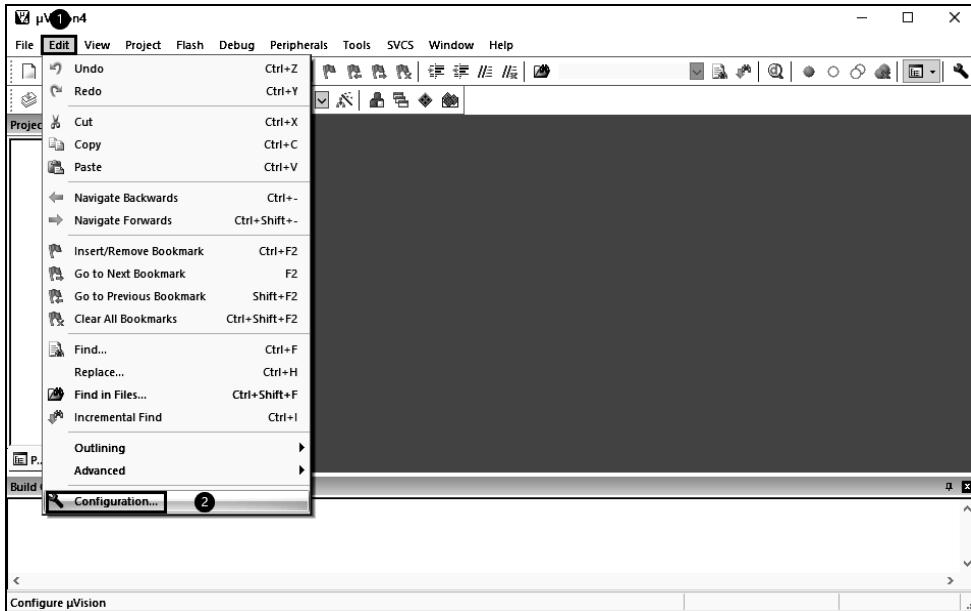

图 1-21 Keil C51 设置 1
(1) 在“开始”菜单找到并单击运行 Keil μVision4，然后选择菜单栏中的“Edit”→“Configuration”选项，如图 1-21 所示。